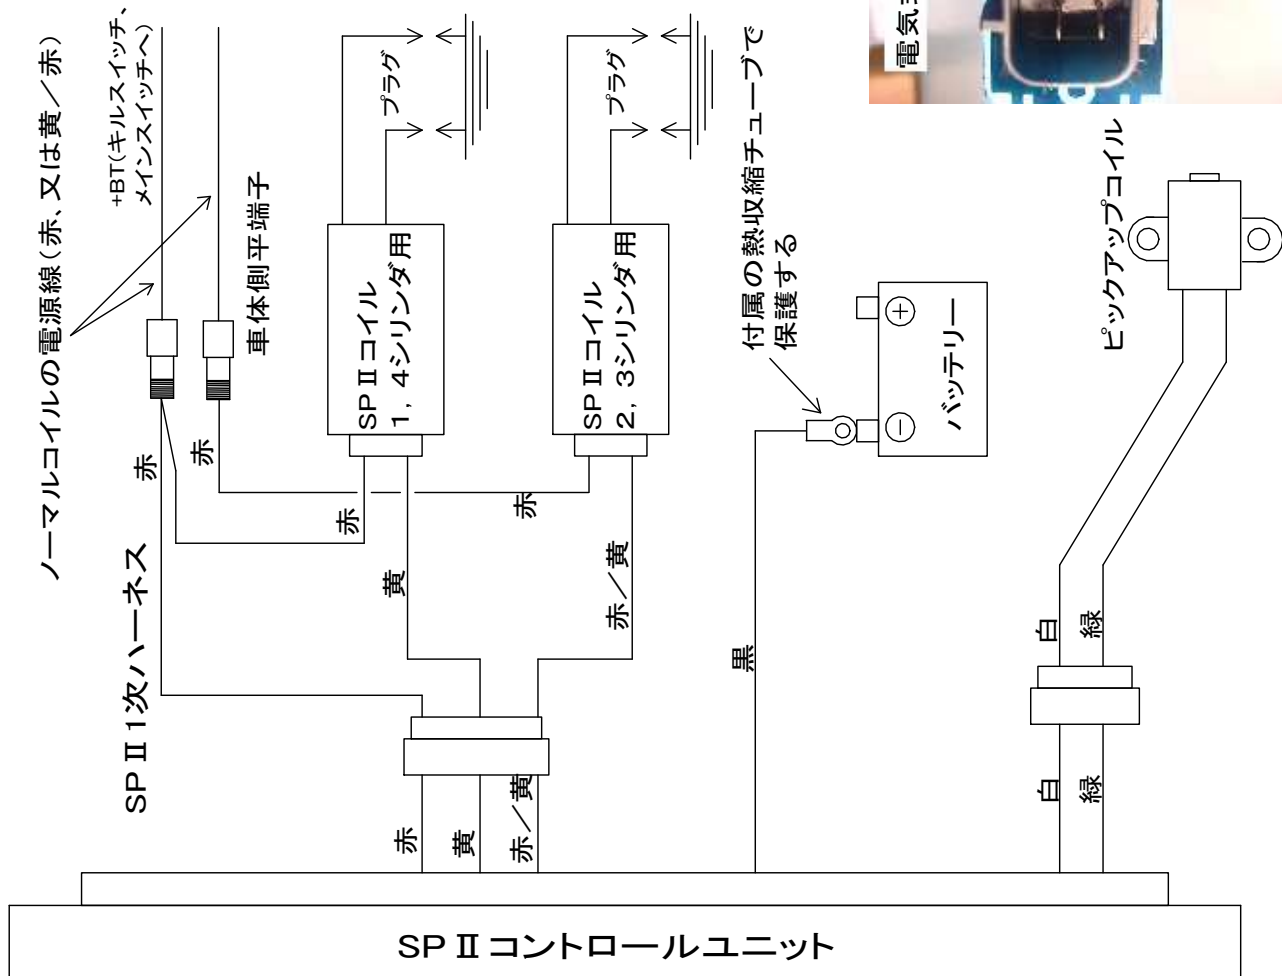

図7、SP II 点火システム配線図
- ⑥SPⅡコントロールユニットの取付位置を決めてください。スイッチ面に水などが溜まらないように配置して下さい。
- ⑦SPⅡコントロールユニット用コネクタの配線を適当な長さでカットし、付属のコネクタを配線図のように取り付けて下さい(図7)。